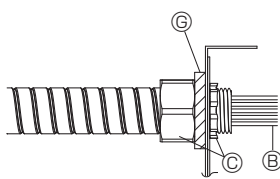

Fig. 8-7
- ▶ Pour diviser les câblages de chaque bornier en 2 dérivation à l'extérieur du boîtier de dérivation, utilisez des conduits de câblage à 2 dérivation ⑮. (Fig. 8-7)